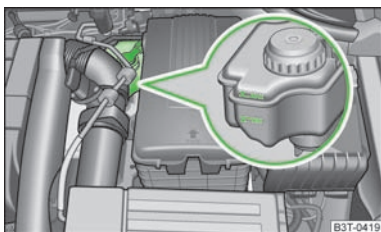

Abb. 163
- Den Bremsflüssigkeitsstand am Behälter prüfen » Abb. 163. Der Stand muss zwischen den Markierungen „MIN“ und „MAX“ liegen.